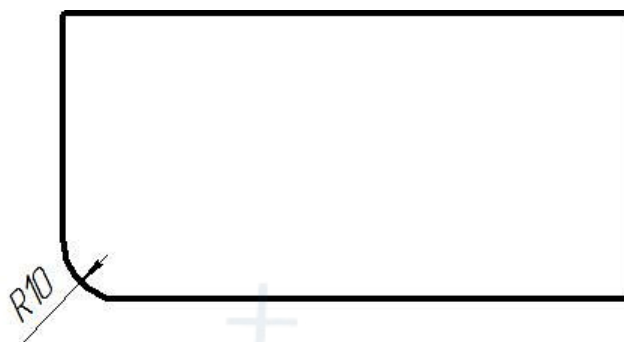

Рис. 93
**Сопряжение** → **Д (радиус)** → **Enter** → **Радиус сопряжения 10** → **Enter** → **Выбрать первый объект** → **Выбрать второй объект** – сопряжение построено (рис. 93).